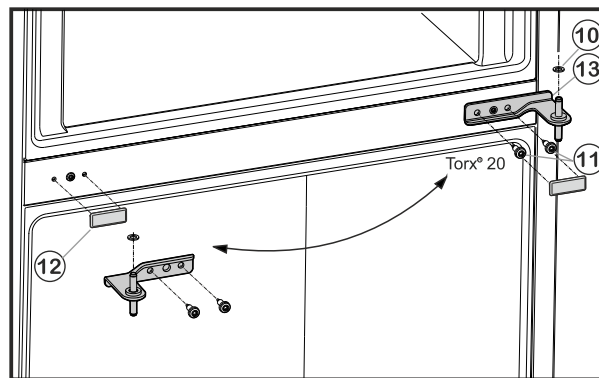

Fig. 6
- Svitare le viti di fissaggio Fig. 6 (11) (2 viti Torx® 20) e sfilare il cuscinetto di supporto centrale dalla porta inferiore.
- Rimuovere la rondella in plastica Fig. 6 (10).
- Estrarre con cautela la copertura Fig. 6 (12).
- Riapplicare la copertura Fig. 6 (12) sul lato opposto.
- Inserire il cuscinetto di supporto centrale Fig. 6 (13) ruotato di 180° nella porta inferiore e avvitare usando le viti di fissaggio Fig. 6 (11) (2 viti Torx® 20) sul nuovo lato della cerniera (**applicando 4 Nm**).
- Applicare nuovamente la rondella in plastica Fig. 6 (10).
- Posizionare la porta superiore sul cuscinetto di supporto centrale Fig. 6 (13).